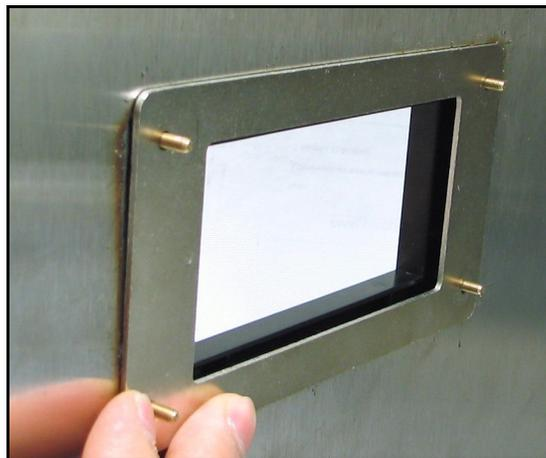

Figura 18: Colocación de la placa de apoyo
3. Detrás del panel, coloque la placa de apoyo metálica sobre los cuatro tornillos de montaje de la placa adaptadora (vea la Figura 18).